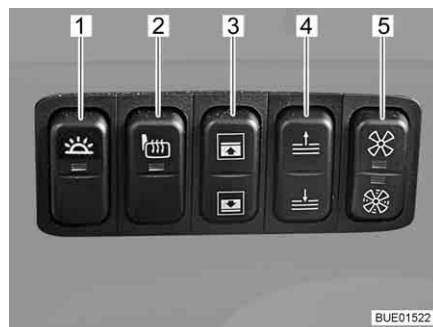

Bild 33 Reglagelist Grand Panorama
- Tryck på knappen (Bild 33,1) på reglagelisten.
- Tryck på knappen (Bild 33,1) på reglagelisten en gång till.
- Tryck på knappen (Bild 33,2) på reglagelisten. Kontrolllampan på reglaget visar att funktionen aktiverats.
- Tryck på övre eller undre delen av knappen (Bild 33,4) på reglagelisten. Solkyddet rör sig uppåt eller nedåt så länge knappen hålls inne.
- Tryck på övre eller undre delen av knappen (Bild 33,3) på reglagelisten. Mörkläggningsgardinen till vindrutan rör sig uppåt eller nedåt så länge knappen hålls inne.
- Tryck på övre halvan av knappen (Bild 33,5) på reglagelisten. En fläkt blåser varm luft från bodelens värme på vindrutan (nivå 1).
- Tryck på undre halvan av knappen (Bild 33,5) på reglagelisten. En fläkt blåser varm luft från bodelens värme på vindrutan (nivå 2).